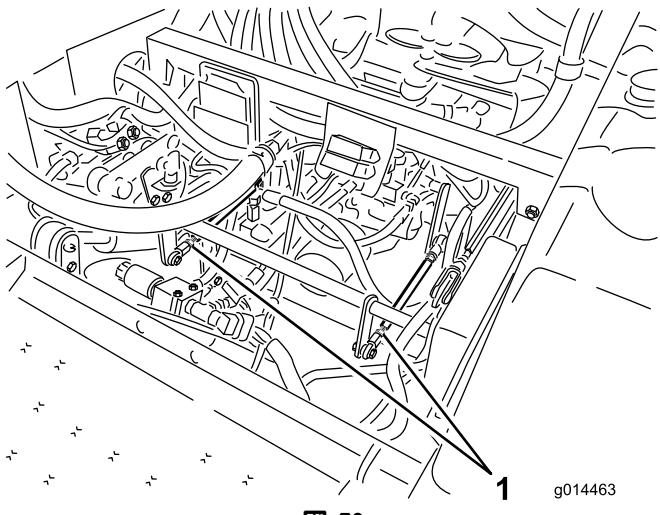

図 59
- 左後タイヤが回転している場合には、左側トランスミッション・コントロールロッドのジャムナットをゆるめる（図 59）。